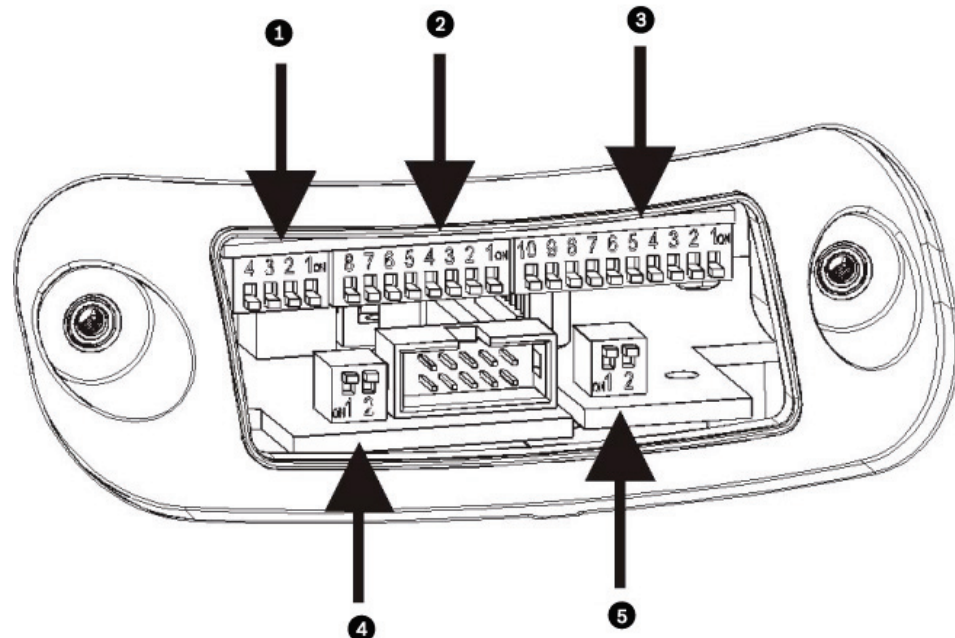

Bild 6.1 Einstellung der DIP-Schalter
1. Öffnen Sie das Konfigurationsfenster (wie in *Bild 6.1* dargestellt), indem Sie die Schrauben mit einem 3-mm-Innensechskantschlüssel lösen.
2. Überzeugen Sie sich, dass die Positionen der DIP-Schalter jenen in *Bild 6.1* entsprechen.
- Für DIP-Schalter 1-3 (*Bild 6.1*) gilt: Wenn sich der Schalter in der unteren Stellung befindet, ist der Schalter **AUS**geschaltet und hat den logischen Wert „0“. Wenn er sich in der oberen Stellung befindet, ist er **EIN**geschaltet und hat den logischen Wert „1“.
- Für DIP-Schalter 4-5 (*Bild 6.1*) gilt: Wenn sich der Schalter in der oberen Stellung befindet, ist der Schalter **AUS**geschaltet oder hat den logischen Wert „0“. Wenn sich der Schalter in der unteren Stellung befindet, ist er **EIN**geschaltet oder hat den logischen Wert „1“. Das weiße Rechteck stellt die Stellung des Schalters dar.
Sie können die UPH-Adresse mithilfe der geschalteten Adresse einstellen (siehe Punkt 3 in Bild 6.1).
Terminierungsschalter für serielle Leitungen (siehe Punkt 4 in *Bild 6.1*):
Bilinx- und Biphase-Schalter (siehe Punkt 5 in *Bild 6.1*):